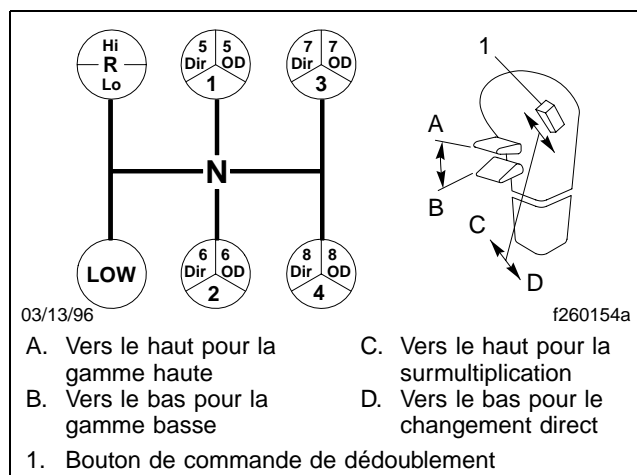

Fig. 8.13, Configuration des rapports des boîtes RMO à 13 vitesses
Les boîtes Meritor RMO à 13 vitesses ont treize rapports de marche avant et deux rapports de marche arrière. Chaque boîte de vitesses consiste en une section avant de 5 vitesses et une section auxiliaire à 3 vitesses. La section auxiliaire contient des rapports de gamme basse et haute, plus une surmultiplication à dédoublement. Consultez la **Fig. 8.13**.
4. Lorsque vous êtes en 5^e directe et que vous êtes prêt à passer au rapport inférieur suivant, poussez le bouton de sélection de gamme vers le bas en position de gamme basse. Consultez la **Fig. 8.13**. Lorsque le levier de vitesse passe par le point mort, la boîte de vitesses passe automatiquement de la gamme haute à la gamme basse.